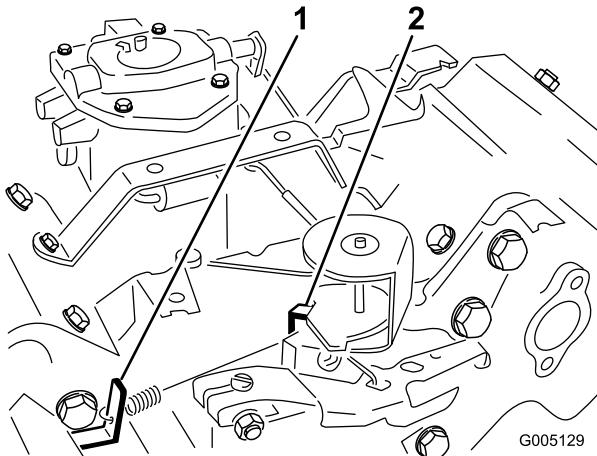

図 48
- 調速アイドルスプリングアンカーの耳(図 48)を曲げて、エンジン速度を 1650±100 RPM に調整する。タコメータで速度を確認のこと。
- スロットルコントロールをFAST位置とする。高速アイドルスプリングアンカーの耳(図48)を曲げて、エンジン速度を3400±50 RPMに調整する。